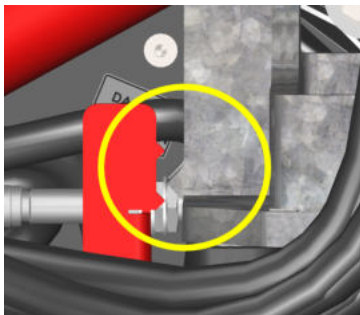

Abbildung 4.9 Ölstand des Windenzylinders
- Kontrollieren Sie den Ölstand des Windenzylinders. Die Punkte auf der Platte müssen sich zwischen den Punkten auf dem Baum im gelben Kreis befinden (siehe *Abbildung 4.9*). Wenden Sie sich an Ihren Händler oder an Hoeflon International B.V., wenn sich der Füllstand aufgrund falscher Hubkapazität außerhalb des Niveaus liegt.